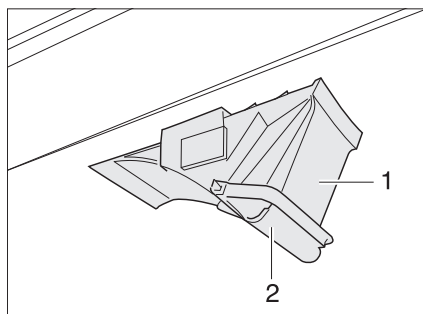

Fig. 14 Cale de roues
- Faire basculer l'étrier de fixation (Fig. 14,1) vers le bas.
- Retirer la cale de roue (Fig. 14,2) de la fixation.